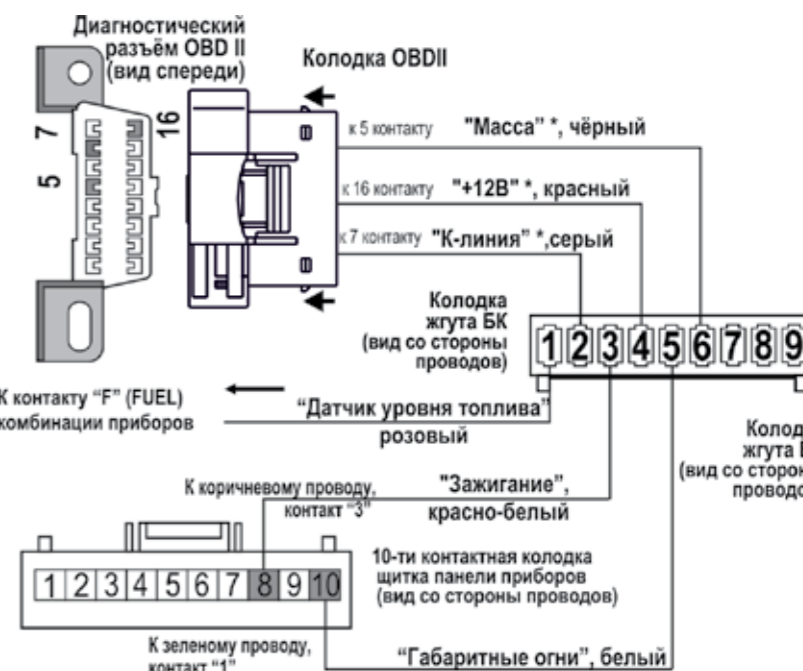

рис.11 Схема подключения к а/м Hyundai Accent с механической коробкой передач
3.6 При помощи зажимов (рис.3) соедините белый провод "габаритные огни" из жгута БК с зеленым проводом, подходящим к контакту №1. (рис.11). Схематичное соединения проводов через зажим показано на рис.17.
3.7 При помощи зажимов (рис.3) соедините красно-белый провод "зажигание" из жгута БК с коричневым проводом, подходящим к контакту №3. (рис.11). Схематичное соединения проводов через зажим показано на рис.17.